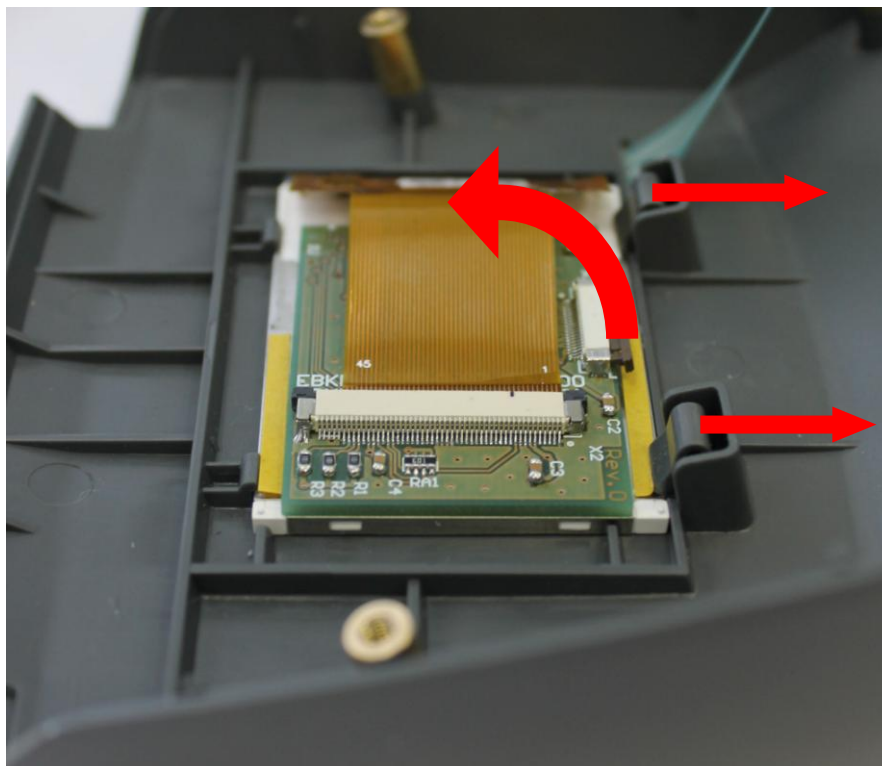

Рис. 8.18
8.6.5 Отжав защелки, снимите монитор с модулем переходным для LCDTFT EVKM.00D210.02.73.000. При отжатых защелках достаточно перевернуть крышку, чтобы монитор вышел из своего посадочного места (см. рис.8.18).